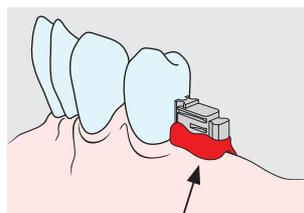

Fig. 3
6. Comblers les zones en contre-dépouille de la glissière avec de la cire molle (Fig. 3).
6. Comblent les zones en contre-dépouille de la glissière avec de la cire molle (Fig. 3).